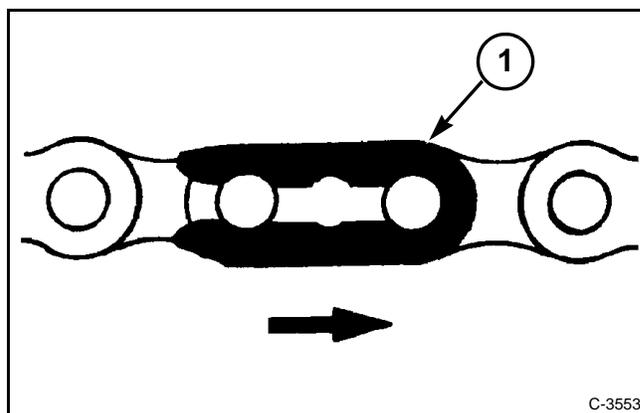

FIG. 1
FIG. 1: Cuando utilice conectores de pinza de resorte (1), instale siempre la pinza de resorte con el extremo abierto de la pinza en sentido contrario a la dirección de desplazamiento de la cadena para evitar que la pinza de resorte se salga o se pierda accidentalmente.